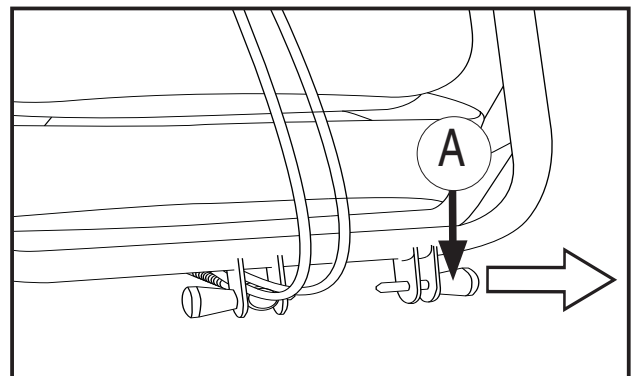

Abbildung 4
- Platzieren Sie die Kabelzüge in die Halterung gemäß Abbildung 4. Setzen Sie den Riegel für den Einstellmechanismus in die Halterung und bringen Sie den Bolzen wieder an.